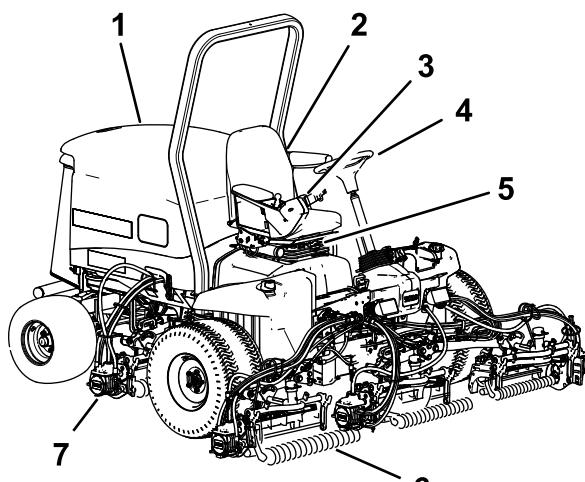

**Figura 33**
1. Use álcool isopropílico e um pano limpo para higienizar a área do suporte de chão ao lado da placa de série e aguarde o suporte secar (Figura 33).